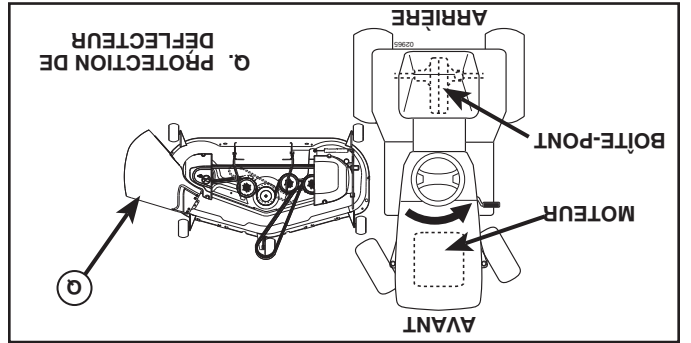

Fig. 24
3. TOURNER LE VOLANT DE DIRECTION À GAUCHE ET PLACER LA TONDEUSE (Voir la Fig. 24)
- Tourner le volant de direction à gauche aussi loin que possible et placer la tondeuse sur le côté droit du tracteur avec la protection de déflecteur (Q) à gauche.